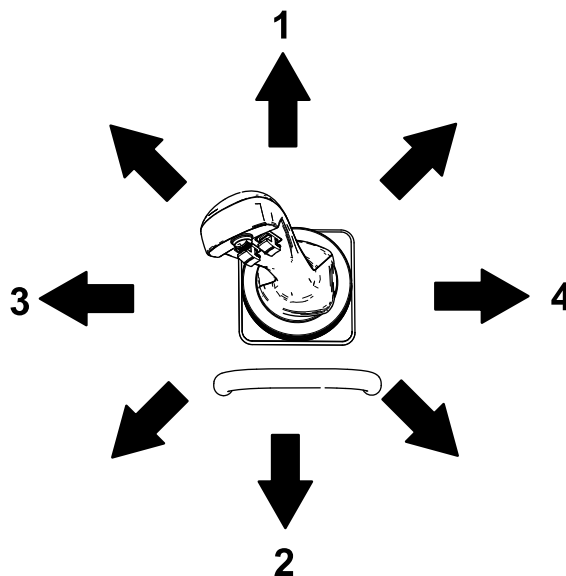

Figura 12
- Para inclinar el implemento hacia adelante, mueva lentamente la palanca a la derecha (Figura 12).
- Para inclinar el implemento hacia atrás, mueva lentamente la palanca a la izquierda (Figura 12).
- Para bajar los brazos de carga, mueva lentamente la palanca hacia adelante (Figura 12).
- Para elevar los brazos de carga, mueva lentamente la palanca hacia atrás (Figura 12).